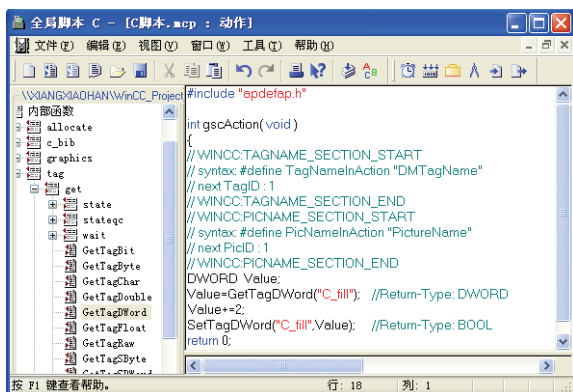

图 9-26 编写程序
5) 编写程序。在全局脚本编辑器的程序窗口中输入如图 9-26 所示的程序。